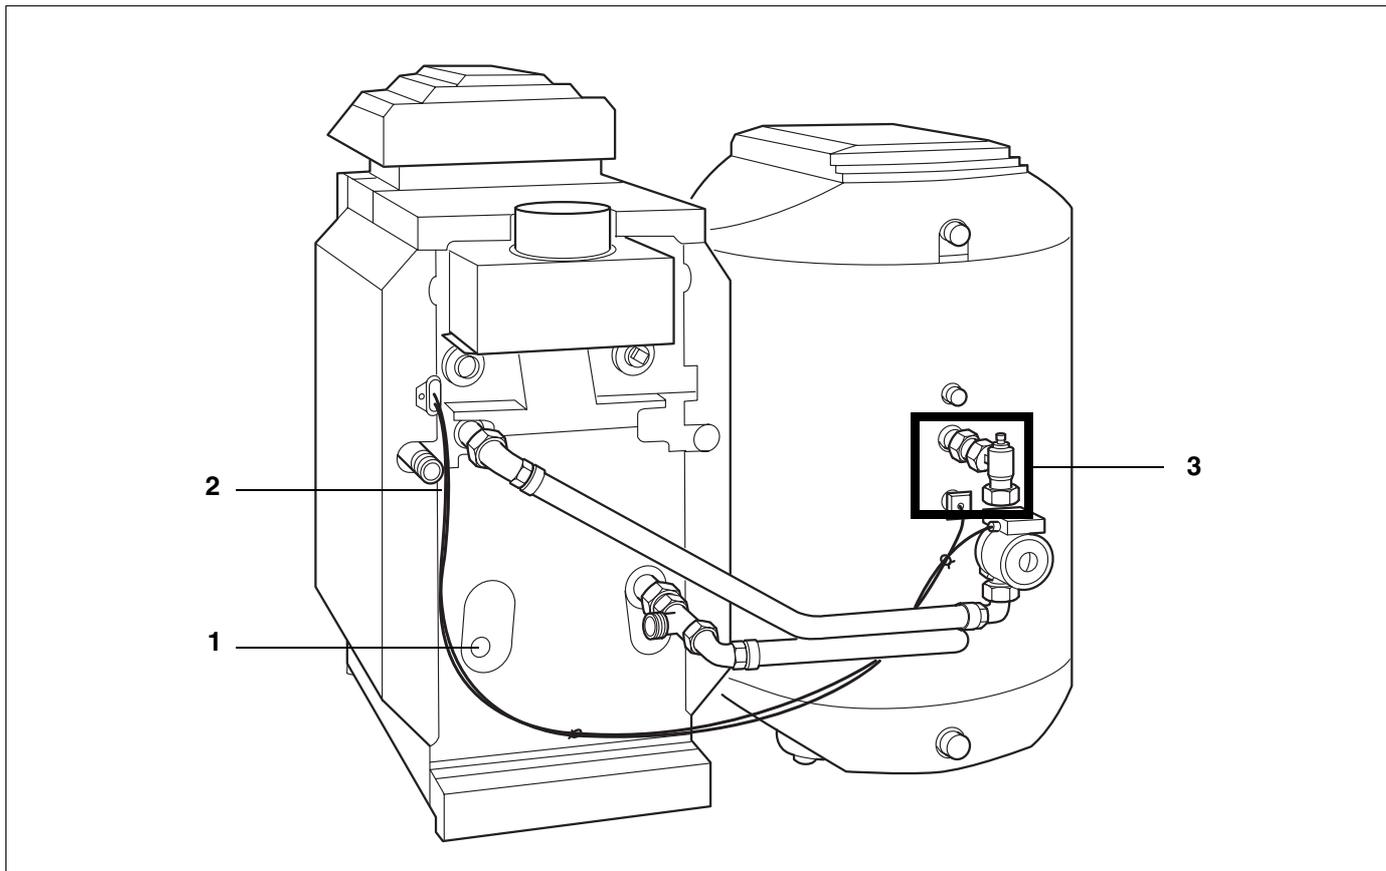

Fig. 9 Vista posteriore a montaggio eseguito
Legenda per fig. 9
- Posare con cura il cavo del sensore di temperatura acqua calda e di collegamento pompa (secondo le istruzioni di montaggio caldaia rispettivamente accumulatore; fig. 9).
- Riempire lentamente la caldaia dal rubinetto di carico/scarico (fig. 9).